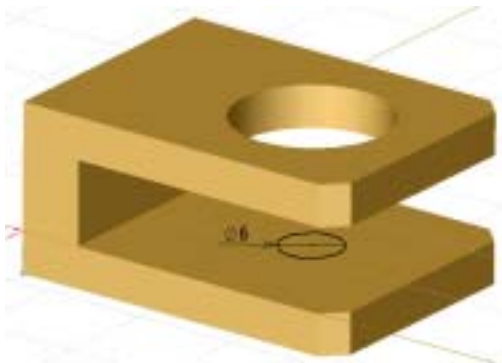

図6-22
- ①円コマンドで図6-22のようなスケッチを描き寸法値を追加する。
- ②上部穴との位置関係（同心円）を幾何拘束で定義する。